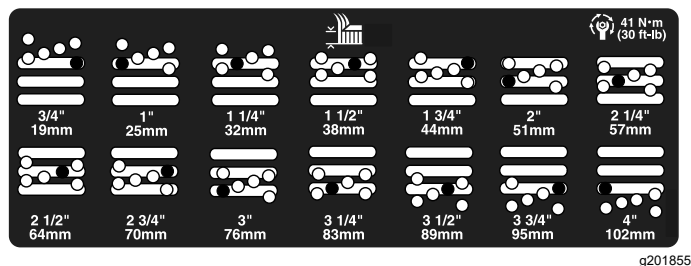

Figura 22
- Mueva la cámara a la altura deseada e instale el espaciador en el taladro y la ranura de altura de corte deseados (Figura 22)